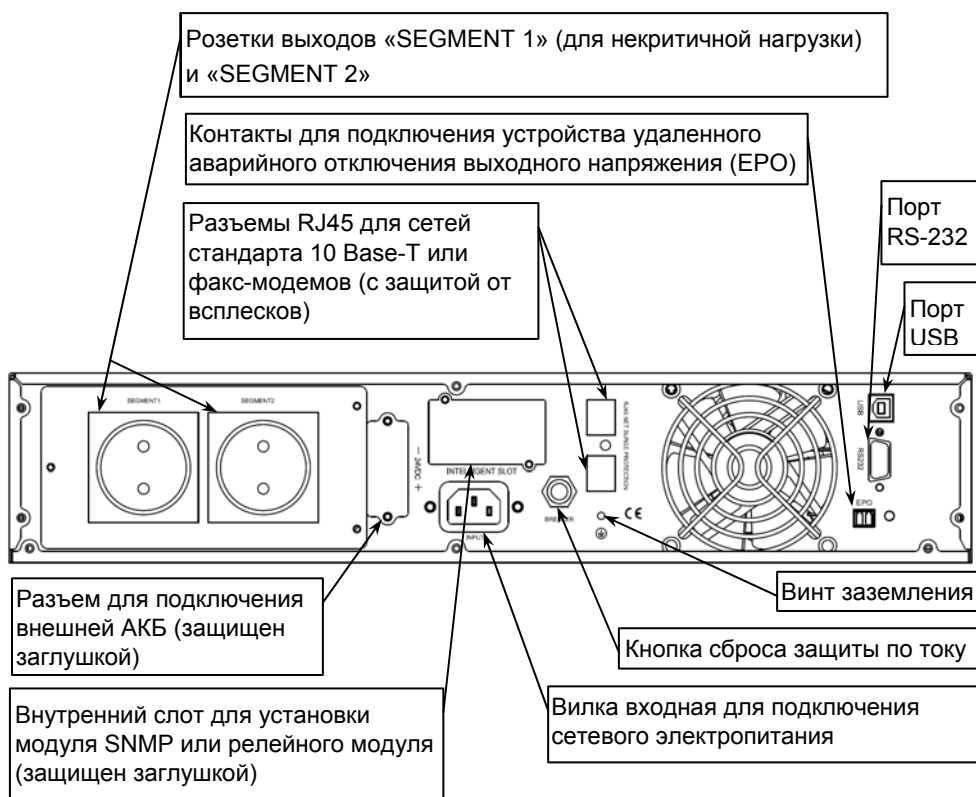

Рисунок 2 – общий вид задней панели изделия
**На задней панели изделия** расположены: входной и выходные разъемы, разъем для подключения внешней аккумуляторной батареи, кнопка сброса срабатывания защиты по току (срабатывание защиты происходит при превышении уровня входного тока выше допустимого), вентиляторы охлаждения и разъемы коммутационных портов (см. рисунок 2).
Разместите изделие в шкафу и закрепите его на передних стойках. Соедините винт заземления изделия (см. рисунок 2) с контуром заземления телекоммуникационного шкафа перемычкой заземления (в комплект поставки не входит).